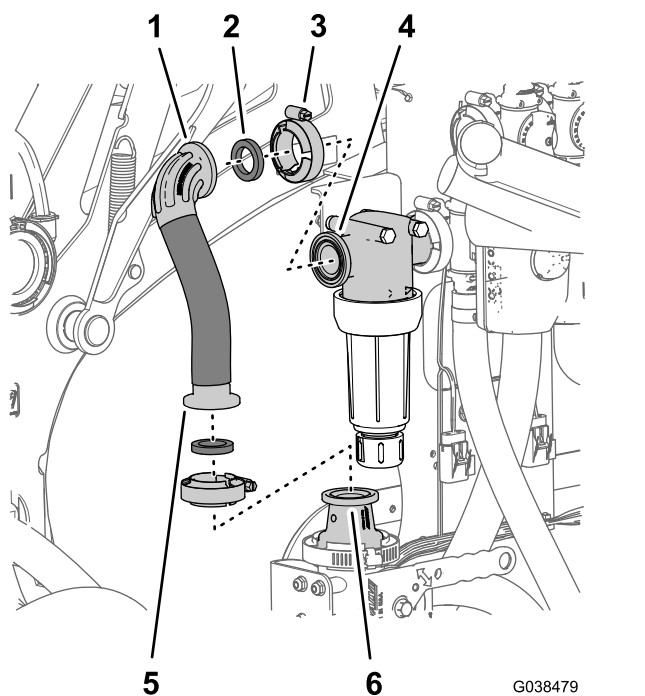

Figura 76
1. Allineate il raccordo diritto dentellato del flessibile di alimentazione superiore (2,5 x 22 cm) e una guarnizione (1" x 1³/₈") alla flangia dell'adattatore sulla valvola di intercettazione del nebulizzatore (Figura 76).
2. Montate, senza serrarlo, il flessibile sull'adattatore (Figura 76) con un morsetto flangiato – 40 - 64 mm.
3. Allineate il gomito flangiato a 90° del flessibile di alimentazione superiore e la guarnizione alla flangia della testa del filtro (Figura 76).
4. Fissate il gomito flangiato a 90° alla testa del filtro (Figura 76) con un morsetto flangiato – 40 - 64 mm.
5. Serrate il morsetto flangiato che fissa il raccordo diritto dentellato del flessibile di alimentazione superiore all'adattatore della valvola di intercettazione del nebulizzatore (Figura 76).